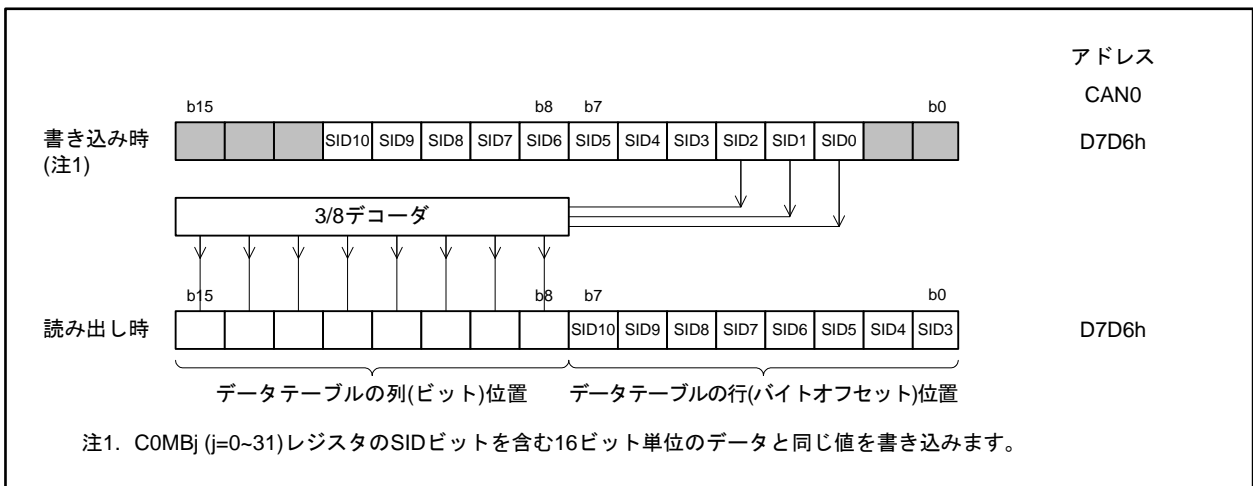

図 23.23 C0AFSR レジスタの書き込み、読み出し
- 図 23.23 に C0AFSR レジスタの書き込み、読み出しを示します。